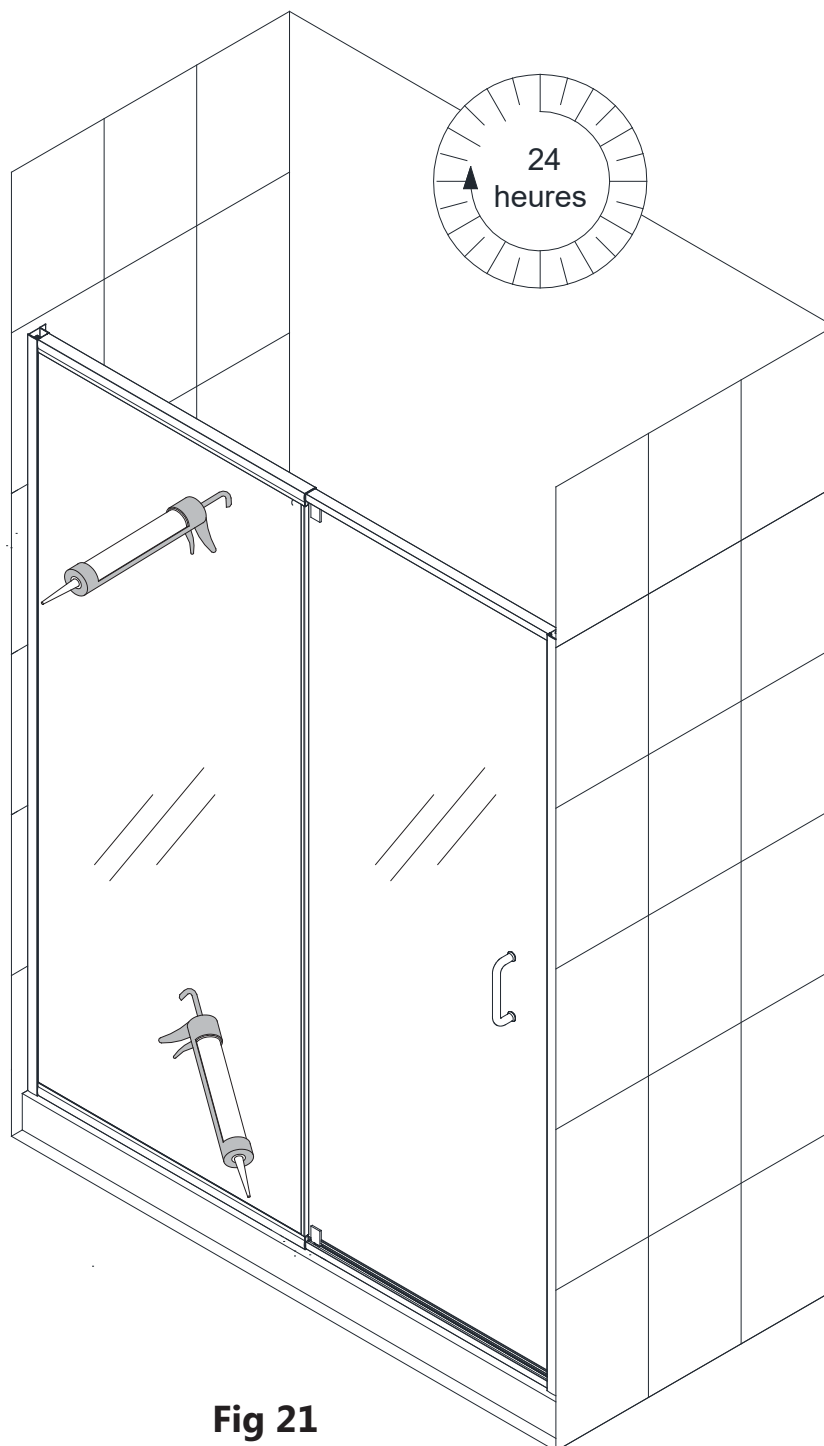

Fig 21
21. Appliquez autour du périmètre intérieur le long des deux murs et du seuil, un silicone résistant à l'eau et à la moisissure de bonne qualité. **Fig. 21**